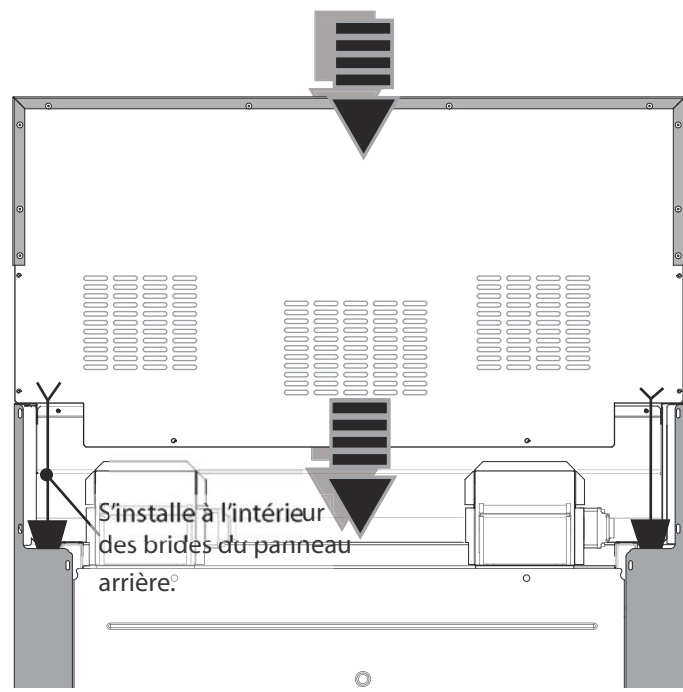

Figure 29 : Installation du dossieret
3. Alignez le panneau arrière du nouvel accessoire avec les brides des coins arrière droit et gauche des panneaux latéraux de la cuisinière. Le dossieret s'insère dans les canaux de guidage situés à l'arrière de la cuisinière (Figure 29).